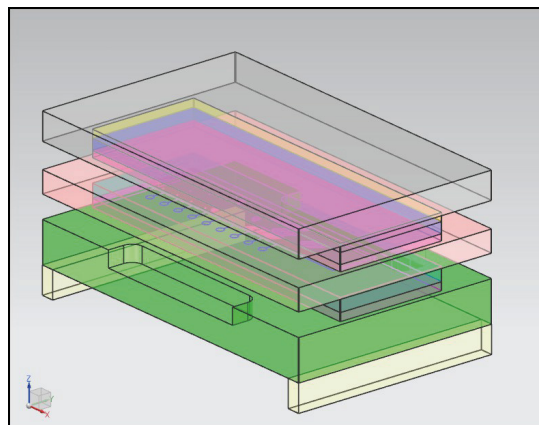

Рис. 7.25. Пакет штампа
18. Необходимо удалить две нижние плиты-подкладки. Существует два метода удаления: удаление из **Навигатора сборки** или с помощью инструментов окна диалога **Управления стандартными деталями**. Нажмите в панели МШПД кнопку **Стандартные детали** . В рабочем окне укажите одну из плит-подкладок, как показано на рис. 7.25. В разделе **Деталь** окна диалога **Управление стандартными деталями** нажмите кнопку **Удалить компонент**. Повторите операцию для второй плиты-подкладки. Нажмите **ОК**. Редактирование пакета штампа завершилось. Сохраните проект.